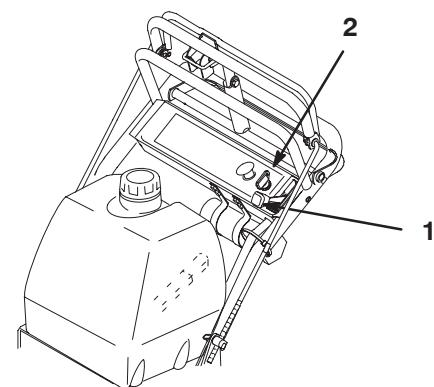

Figure 18
1. Placez la manette d'accélérateur en position de **ralenti** (Fig. 18).
3. Tournez la clé de contact à la position **contact coupé** (Fig. 18).